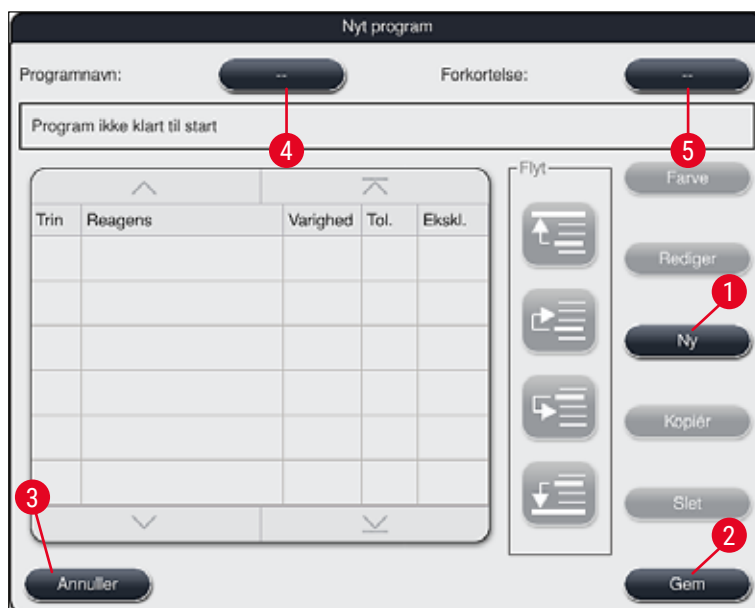

Fig. 46
- Der åbnes et nyt programvindue (→ "Fig. 46").
- Derefter åbnes indlæsningsvinduet (→ "Fig. 46"), så du kan oprette det nye program.